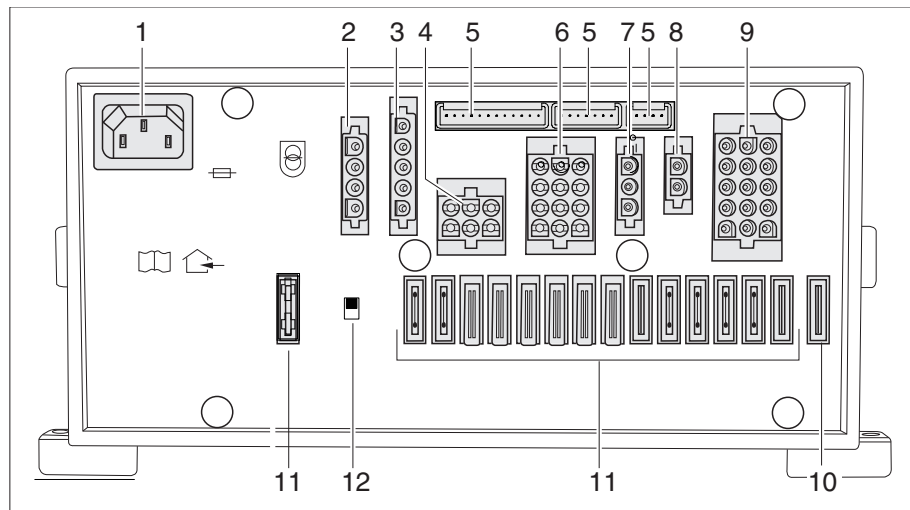

Fig. 262 Bloc électrique (EBL 111)
- ▷ L'interrupteur-séparateur de batterie (Fig. 262,12) coupe du réseau 12 V tous les consommateurs raccordés au bloc électrique.